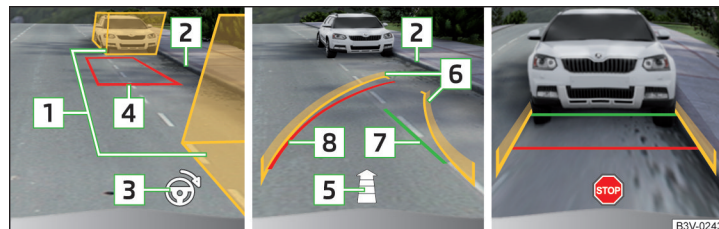

Fig. 280 Affichage à l'écran
- Arrêtez le véhicule de façon à ce qu'il n'y ait aucun obstacle dans les espaces entre les champs d'aide **1** » fig. 280 et à ce que le champ arrière ne s'étende pas au-delà de la limite latérale de l'espace de stationnement (par ex. bordure) **2**.